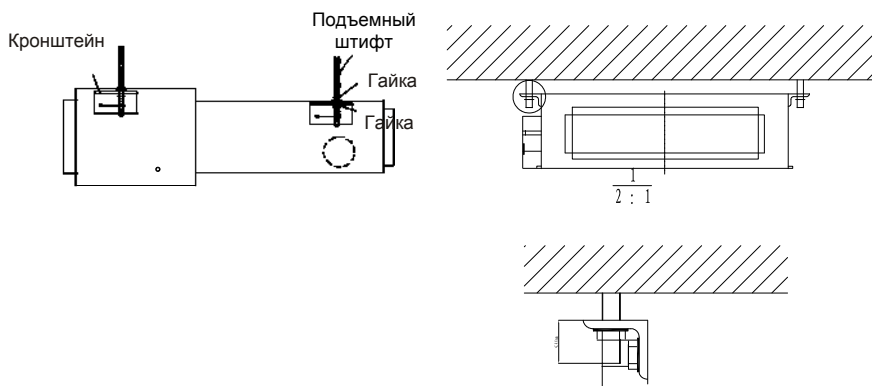

Рис. 8
- Установите внутренний блок на потолке (см. Рис. 8)